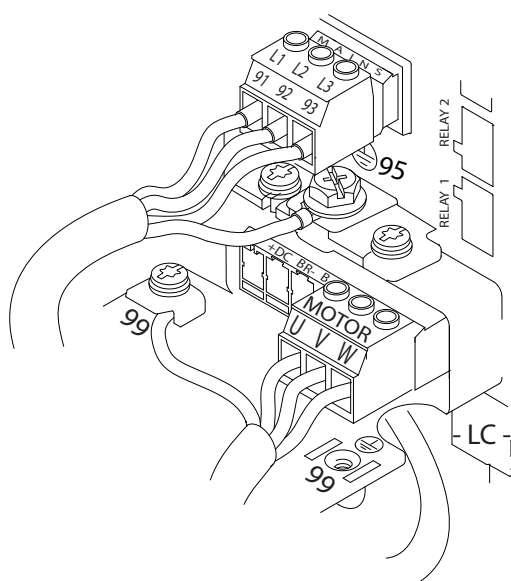

Рисунок 4.6 Пример подключения кабелей двигателя, силовых кабелей и заземления
На Рисунок 4.6 показано подключение сетевого питания, двигателя и заземления для базовых преобразователей частоты. Фактические конфигурации отличаются для разных типов устройств и дополнительного оборудования.
1. Подключите проводку трехфазной сети переменного тока к клеммам L1, L2, и L3. Подключите проводку трехфазной сети переменного тока к клеммам L1, L2, и L3 (см. Рисунок 4.6).